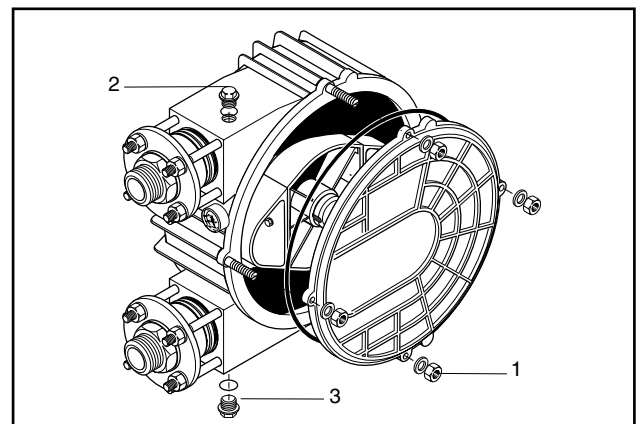

Fig. 27 Pumpehoved
3. Skru skrueproppen (pos. 2, fig. 27) ud, skru olieaftapningsventilens dæksel af (pos. 3, fig. 27), skru tilslutningsstykke på og lad glidemidlet løbe ud i en beholder.
4. Fjern pumpedæksel og O-ring efter at de 4 dækselmøtrikker (pos. 1, fig. 27) er skruet af, og lad det resterende glidemiddel løbe ud af pumpehuset i beholderen.